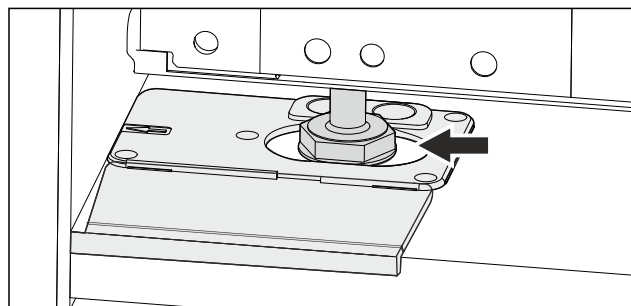

Fig. 45
- ▶ Poravnajte uređaj s pomoću podesivih nožica. Fig. 45 ()